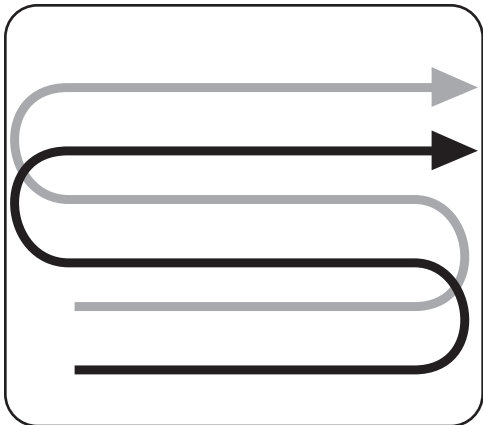

Figura 4-12
- Al preparar el lecho de siembra, recorra la misma senda dos veces en la primera hilera, luego traslape la mitad del ancho de la cultivadora en el resto de las pasadas. Consulte la Figura 4-12.